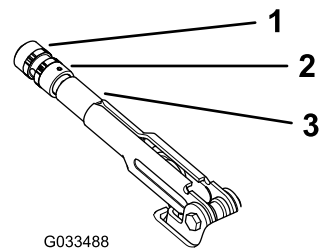

图 59
2. 松开将旋钮固定到手刹操纵杆上的固定螺丝图 59。
3. 旋转旋钮图 59 直至达到拉动手刹操纵杆需要的 2022kg 的力。
4. 调整完成后拧紧固定螺丝图 59。